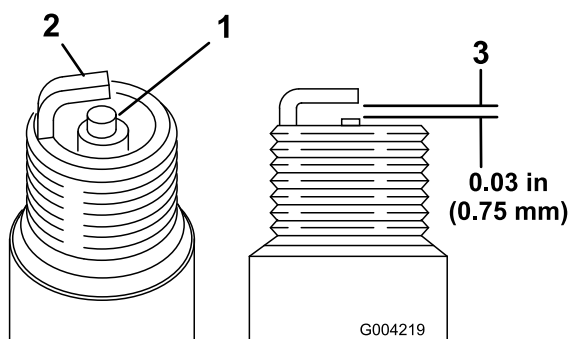

Figura 39
1. Controllate la parte centrale di entrambe le candele (Figura 39). Se l'isolatore è di color marrone chiaro o grigio, il motore funziona correttamente. Una patina nera sull'isolatore significa in genere che il filtro dell'aria è sporco.
2. Controllate la distanza tra gli elettrodi centrale e laterale (Figura 39).
3. Piegate l'elettrodo laterale (Figura 39) se la distanza non è corretta.